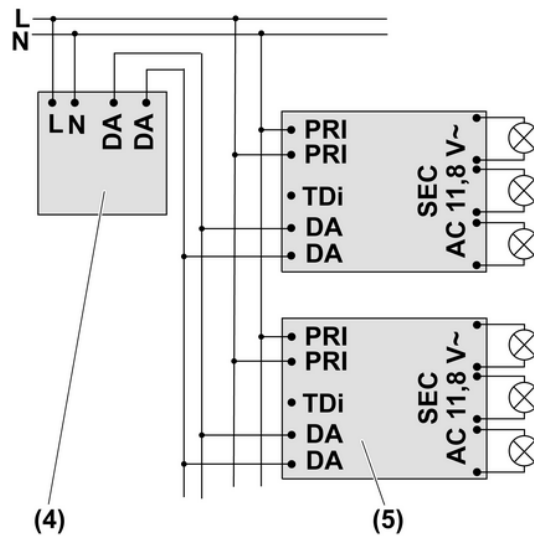

Bild 4: Anschlussplan mit DALI-Steuergerät
- Trafo (5) und DALI-Steuergerät (4) entsprechend Anschlussplan (Bild 4) anschließen.